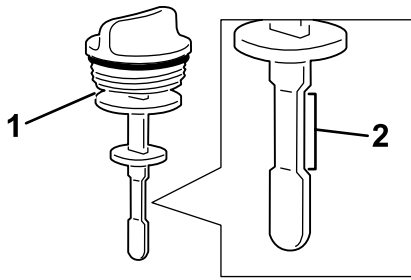

图22
4. 从加油颈取出量油尺、查看液位。量油尺上显示的液位应处于安全的操作范围内图22。